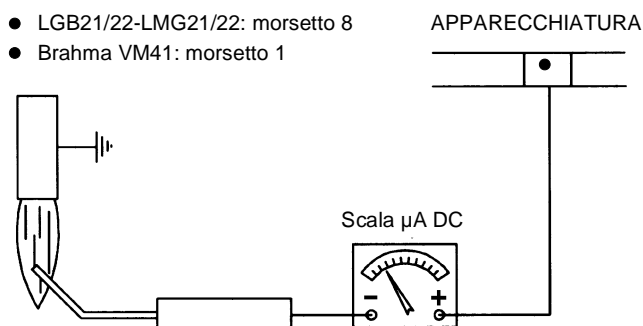

Fig. 28
- In caso di dubbio verificare il circuito di rivelazione dopo aver rimesso in funzione il bruciatore seguendo lo schema in Fig. 28.
Per misurare il segnale di rivelazione seguire lo schema in Fig. 28.